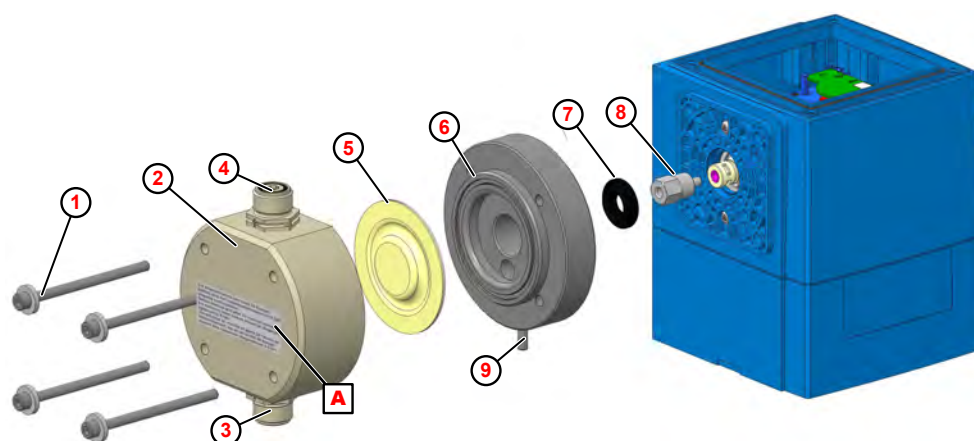

Fig. 24: Sostituzione di testa pompa, membrana e membrana protettiva
1. ➤ Svitare la valvola di aspirazione e di mandata (Fig. 24 , ③ e ④).
2. ➤ Allentare e togliere le viti della pompa testa ① .
3. ➤ Togliere la testa pompa ② .
4. ➤ Svitare la membrana ⑤ .
5. ➤ Rimuovere la piastra intermedia ⑥
6. ➤ Togliere la membrana protettiva ⑦ .
8. ➤ Inserire la piastra intermedia in modo tale che l'elemento di uscita membrana ⑨ sia rivolto verso il basso.